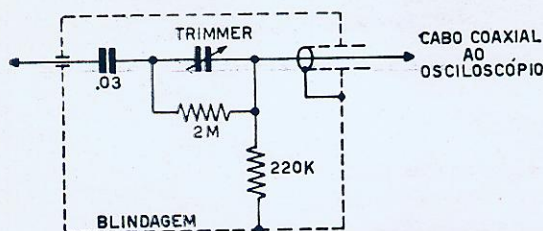

Figura 3
Formas de onda correspondendo a diferentes valores de capacitância do trimmer C_1 da ponta de prova da figura 3. Em (A) tem-se capacidade insuficiente; em (B) excesso de capacidade; em (C), o ajuste é perfeito.
Em vez de usar uma resistência ajustável, alguns fabricantes preferem empregar um trimmer no lugar de C_1 . A figura 3 ilustra o circuito de uma ponta de prova comercial, na qual o ajuste é feito por meio de condensador, cujo parafuso pode ser atingido através de um orifício na blindagem.